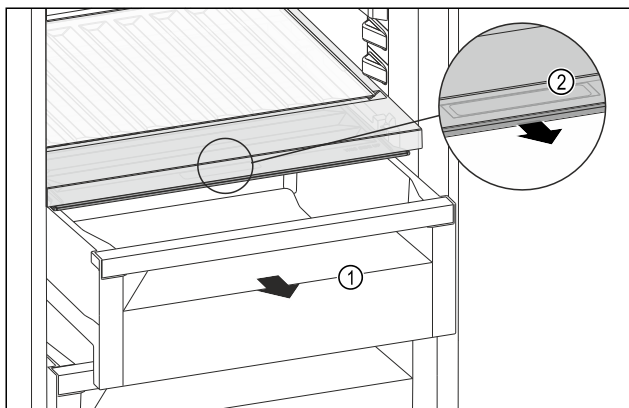

Fig. 147
- ▶ Извлеките выдвжной ящик Fig. 147 (1).
- ▶ Возьмитесь за утопленную ручку Fig. 147 (2) на крышке отделения и одновременно потяните крышку отделения вперед.